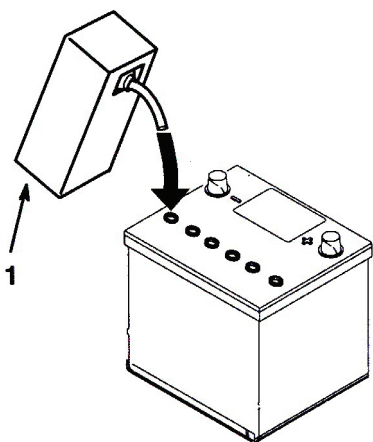

図3
4. 電解液が電極板に吸収されるまで、20～30分間待つ。各セルの電極板が液面下 6mm 程度に水没するように、必要に応じて電解液を補充する(図3)。